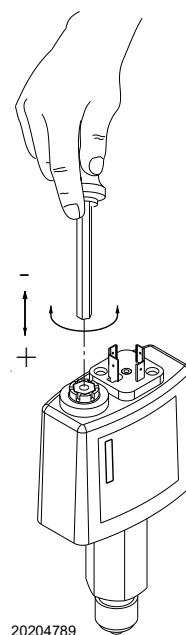

Abb. 37
5.11.4 Minimal-Öldruckwächter (Abb. 37)
Für die Einstellung der Druckwächter die Stellschraube (Abb. 37) mit einem Werkzeug drehen.